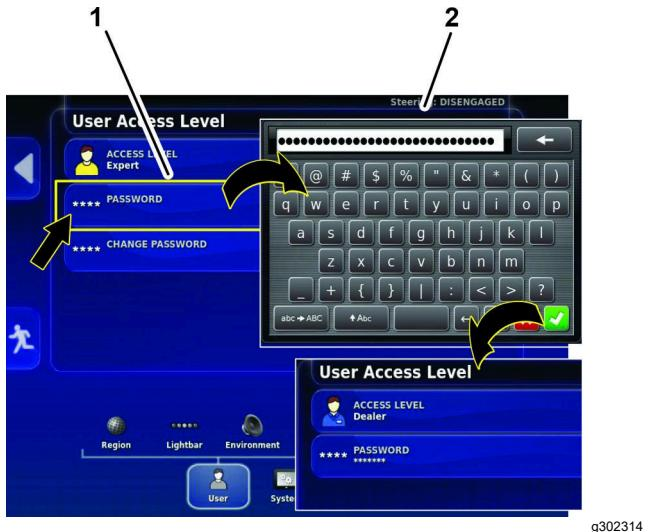

Figura 159
- Prima o ícone PASSWORD, introduza a palavra-passe do fornecedor com o teclado pop-up e prima o ícone de confirmação (Figura 159).